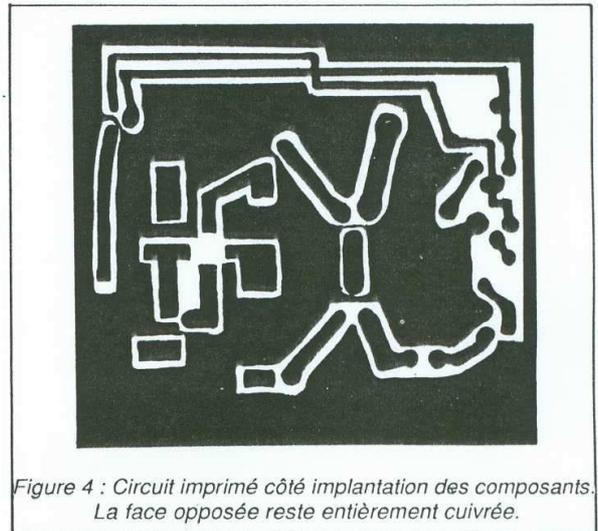

Figure 4 : Circuit imprimé côté implantation des composants. La face opposée reste entièrement cuivrée.
- Le circuit imprimé (figure 4) ; le câblage s'effectue directement sur les pistes en cuivre. Le circuit est en Epoxy double face.